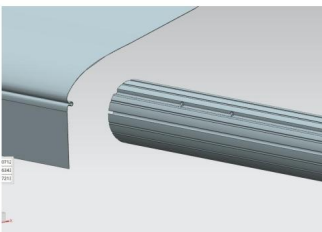
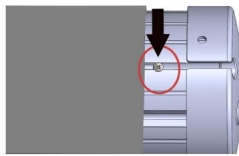

Rysunek D8
Rysunek D9
3.4 Wyciągnij rury łączące z obu końców środkowej cewki do czerwonego położenie graniczne i zmontuj lewy i prawy koniec rury. Zamocuj połączenie ze śrubą A. (Rysunek D8, Rysunek D9)